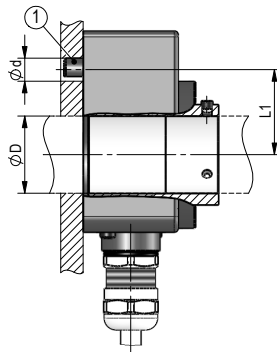
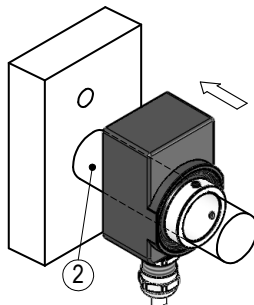
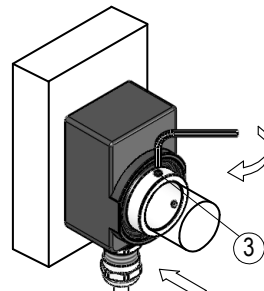

Abb. 1: Einbaumaße
Abb. 2: Montage
Abb. 3: Anzugsmoment Gewindestift
- ▶ Sorgen Sie für einen geringen Wellen- und Winkelversatz zwischen Welle und Aufnahmebohrung durch geeignete Fertigungsmaßnahmen (siehe Abb. 1 + Tab. 1).
Vorbereitung Montage (Abb. 1, Abb. 2, Abb. 3):
Montage (Abb. 1, Abb. 2, Abb. 3):